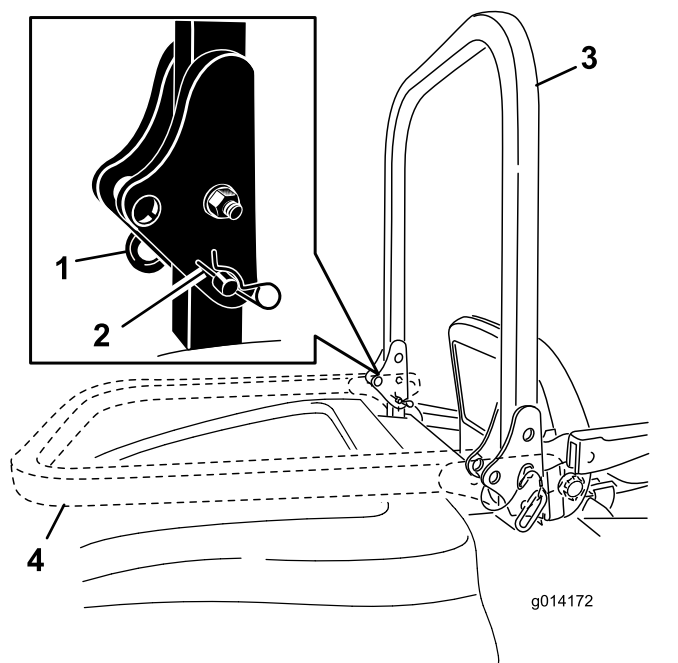

Figura 18
1. Para baixar a barra de segurança, retire os pernos de gancho, empurre a barra de segurança para a frente contra as molas e retire os dois pinos (Figura 18).
2. Baixe por completo a barra de segurança (Figura 18).
3. Instale os 2 pinos e fixe-os com os contrapinos (Figura 18).
4. Para levantar a barra de segurança, remova os contrapinos e os dois pinos (Figura 18).
5. Levante a barra de segurança na vertical, instale os dois pinos e fixe-os com os contrapinos (Figura 18).